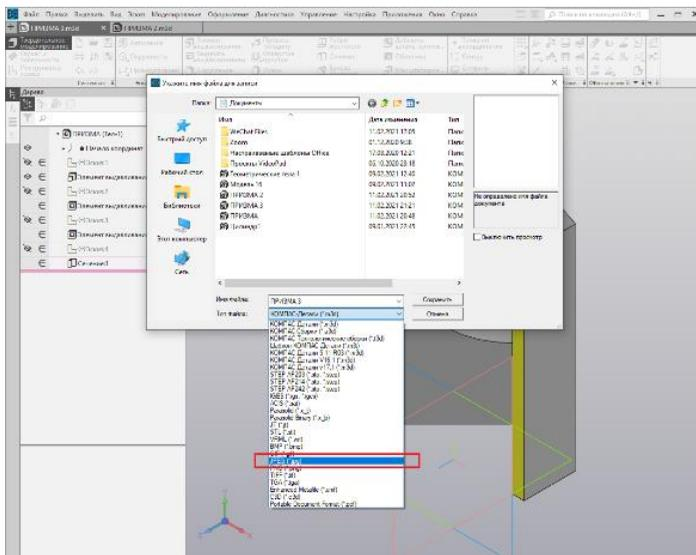

Рис. 45.
1. Файл - Сохранить как... . Из выпадающего меню Тип файла выбрать JPEG (рис. 45).